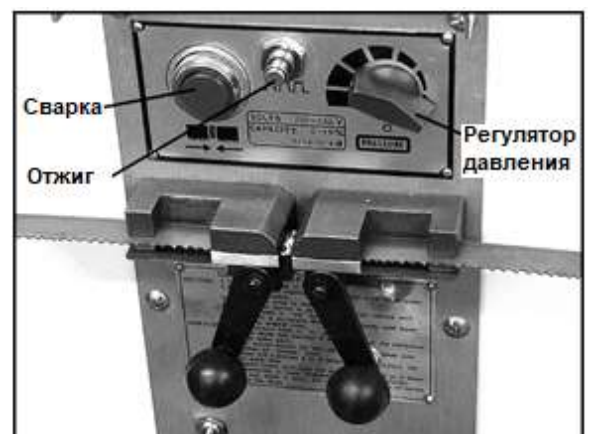

Рис. 15.
3. Установите ручку регулировки давления (Рис. 15) на "0" (вниз). ПРИМЕЧАНИЕ: при повороте ручки вы ощутите сопротивление.
7. Нажмите и удерживайте кнопку включения сварочного устройства (Рис. 15). Когда кнопка нажата, левый зажим смещается к правому и сдвигает концы полотна между собой. Одновременно с этим, через зажимы пропускается ток и происходит сварка полотна с образованием искр. Не отпускайте кнопку до тех пор, пока сварной шов не раскалится докрасна.
- Быстро нажмите и отпустите кнопку включения отжига (Рис. 15). Повторяйте это действие, пока сварной шов не накалится до слегка красноватого цвета.